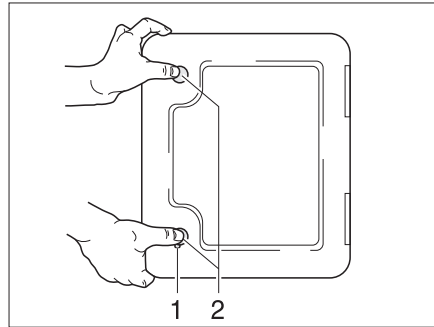

Fig. 238 Portillon pour la toilette à cassette
- Ouvrir le portillon pour la cassette à l'extérieur du véhicule. Insérer pour cela la clé dans le barillet du verrou de pression (Fig. 238,1) et la tourner d'un quart de tour.
- Appuyer du pouce et simultanément sur les deux verrous de pression (Fig. 238,2) et ouvrir le portillon pour la cassette.